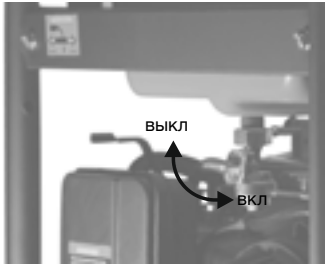

Рис. 1
- 2. Открыть топливный кран, переведя его в положение «Вкл» (Рис. 1).